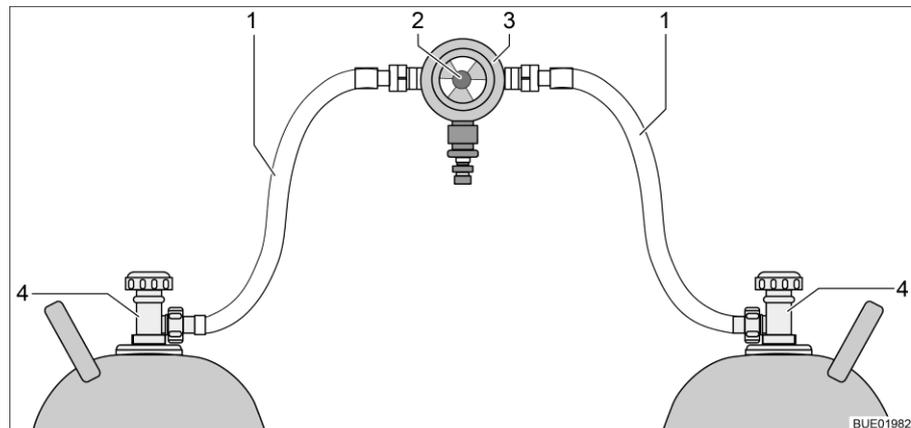
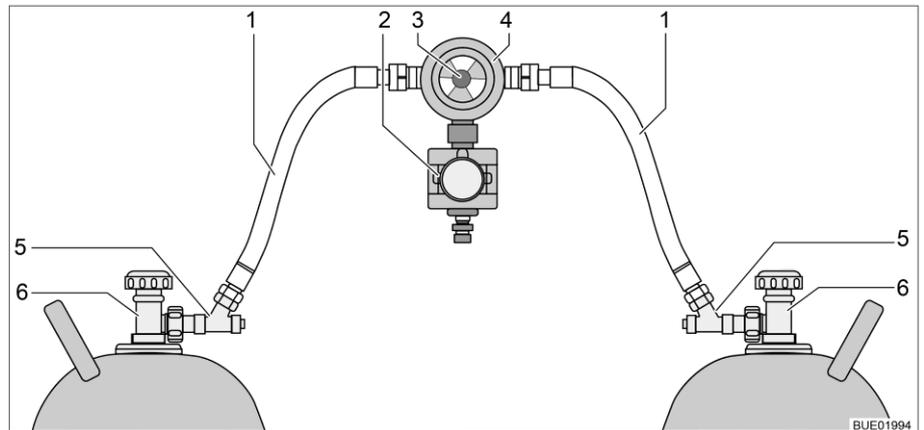

Bild 63 Gasflaschen-Umschaltanlage
Bild 64 Gasflaschen-Umschaltanlage mit CPU
Die Gasflaschen-Umschaltanlage besteht aus einem kombinierten Gasdruckregler mit Umschaltventil und Anzeige (Bild 63,3). Die Gasflaschen-Umschaltanlage ist zwischen den beiden Gasschläuchen (Bild 63,1) montiert.
Die Gasflaschen-Umschaltanlage besteht aus einem kombinierten Gasdruckregler mit Umschaltventil und Anzeige (Bild 64,4) und einem Elektroventil (Bild 64,2). Das Elektroventil sperrt bei Vollbremsung, Unfall oder ungewöhnlich großer Schräglage die Gaszufuhr zum Fahrzeug. Die Gasflaschen-Umschaltanlage ist zwischen den beiden Gasschläuchen (Bild 64,1) mit Schlauchbruchsicherungen (Bild 64,5) montiert.
Mit dem Drehknopf (Bild 63,2 bzw. Bild 64,3) an der Gasflaschen-Umschaltanlage lässt sich bestimmen, welche der Gasflaschen als Betriebsflasche und welche Gasflasche als Reserveflasche verwendet wird.
An der Bedieneinheit (Bild 65) können nur die elektrischen Funktionen geschaltet werden. Die Haupt-Absperrventile der Gasflaschen (Bild 63,4 bzw. Bild 64,6) müssen von Hand geöffnet oder geschlossen werden.
- Haupt-Absperrventile an den Gasflaschen (Bild 63,4 bzw. Bild 64,6) öffnen.
- Schlauchbruchsicherungen (Bild 64,5) nacheinander 10 Sekunden lang drücken.
- Mit dem Drehknopf (Bild 63,2 bzw. Bild 64,3) an der Umschaltanlage die Gasflasche wählen, der vorrangig das Gas entnommen werden soll (Betriebsflasche).
- Haupt-Absperrventile an den Gasflaschen (Bild 63,4 bzw. Bild 64,6) schließen.